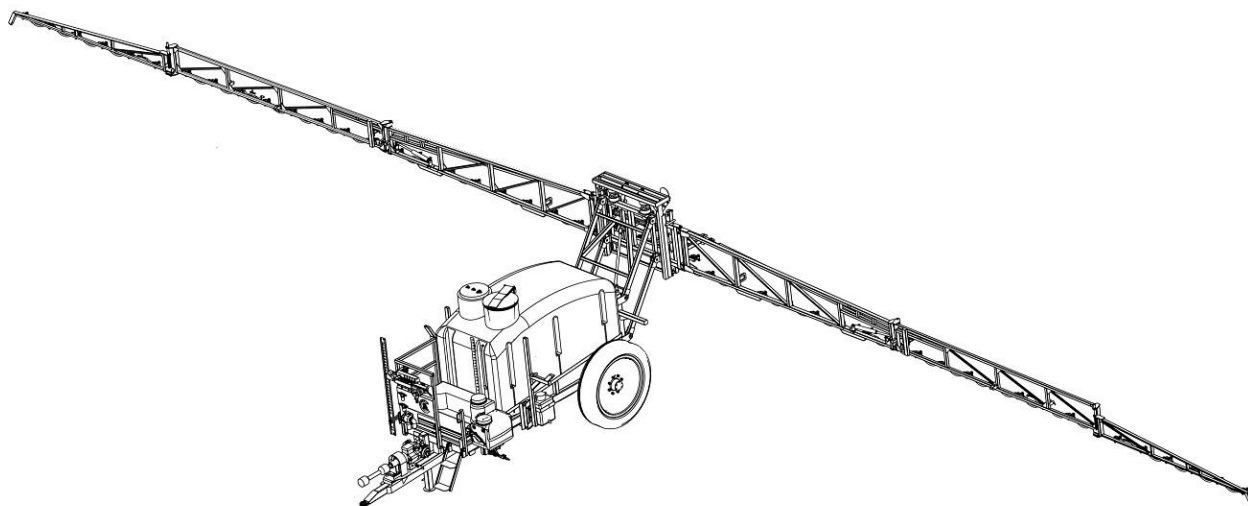

Рис.1 Общий вид опрыскивателя ОПШ-24-3000
Опрыскиватель (рис.1), выполненный в виде одноосного полуприцепа, агрегируемого на гидрокрюке трактора, состоит из рамы, опирающейся в задней части на ось с двумя ходовыми колесами и в передней части на опору (рис.1,2), бака (на 3000) для рабочей жидкости с гидравлической мешалкой, дополнительного промывочного бака (на 350 литров), миксером для быстрого и качественного приготовления раствора из концентрата, насоса с приводом и манометром, всасывающей и нагнетательной систем, штанги, механизмов регулирования и складывания штанги и вспомогательного оборудования. Также в комплектацию опрыскивателя входит бачок на 20 литров для
4.2 Бак на 3000 литра (см. рис.1) предназначен для приема и содержания рабочих растворов пестицидов, удобрений или смесей. В верхней части бака расположена заливная горловина, в которой установлен заливной фильтр. Горловина плотно закрывается крышкой при помощи прижима и ручки. Плотное прилегание крышки к горловине бака обеспечивается уплотнением и ее регулировкой с помощью гаек. В нижней части бака имеется заборный патрубок, сзади бака имеются две гидромешалки. На баке также